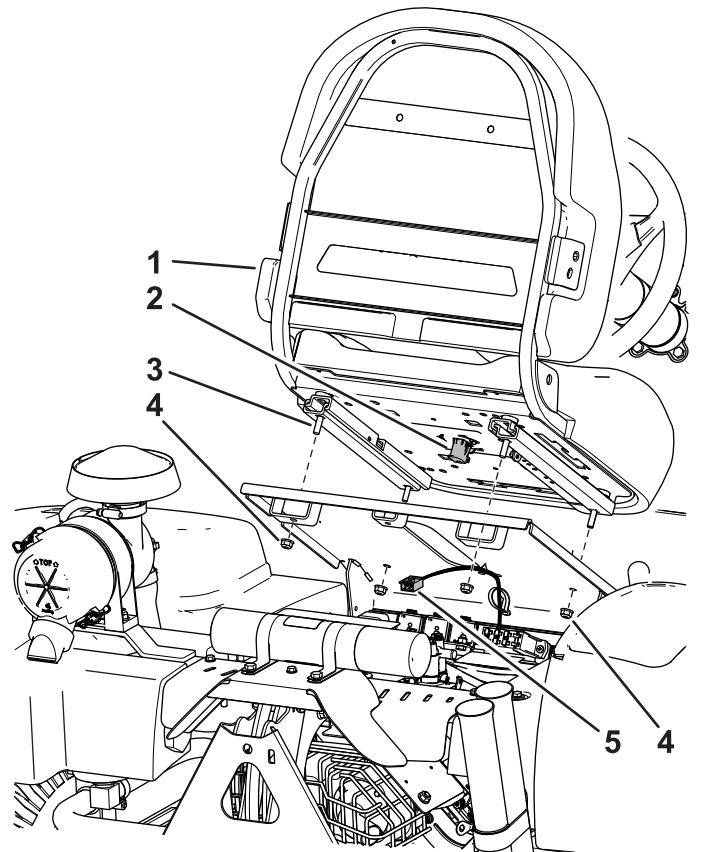

Bild 4
3. Befestigen Sie den Sitz mit den vier zuvor entfernten Muttern am Sitzunterteil; siehe **Bild 4**.
4. Suchen Sie den Kabelbaum der Maschine und schließen Sie ihn am Sitzschalter an (**Bild 4**).